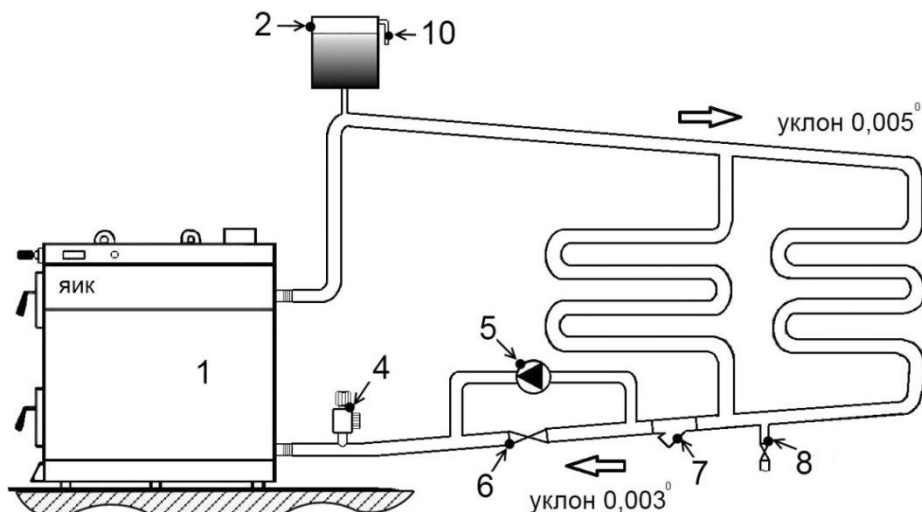

Рис.2 Схема открытой системы отопления.
4.9. В случае установки котла в отдельном помещении, или выше нижней точки обратного трубопровода, монтируйте систему отопления как показано на рис.2,3 с насосом.
5.4. Подготовка циркуляционного насоса (поз.5 рис.2,3) к работе и его техническое обслуживание:
5.5. Система отопления состоит из (Рис.2,3):